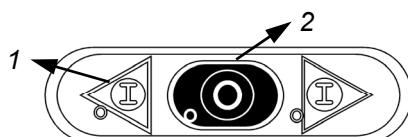

Рис. 5.3.1
5.3 - Проверка исправности кнопки остановки (рис. 5.3.1)
5.4 - Пуск машины (рис. 5.3.1)
Для запуска машины достаточно нажать кнопку пуска «1», Рис. 5.3.1, подсоединив штепельную вилку к розетке электропитания, и машина начнет работу.
5.5 - Остановка машины (рис. 5.3.1)
Для остановки машины достаточно нажать кнопку остановки «2», Рис. 5.3.1, и машина остановится.